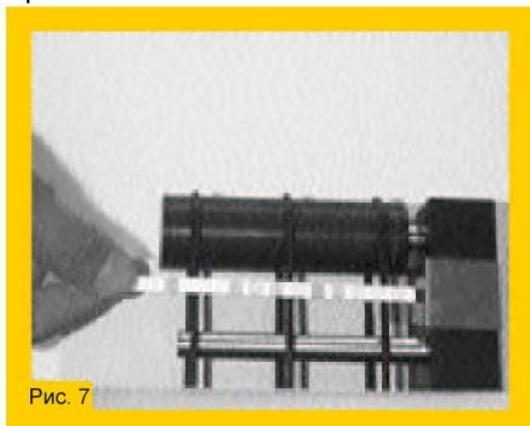

Рис.7
Оптическая система разработана специально для анализа тест-полосок для мочи. Полоски освещаются белым светом, отраженный свет от полоски измеряется цветной CCD-матрицей (ПЗС-матрицей). RGB-сигнал оцифровывается, и это цифровое изображение анализируется встроенной программой. Работа очень проста, не требует каких-либо специальных знаний или сложной практики. При запуске измерения передняя дверца открывается, и каретка с блоком конвейера выдвигается в измерительную позицию. Полоски нужно разместить на конвейере (смотрите рис. 7). Каретка и конвейер двигаются мотором постоянного тока (DC).